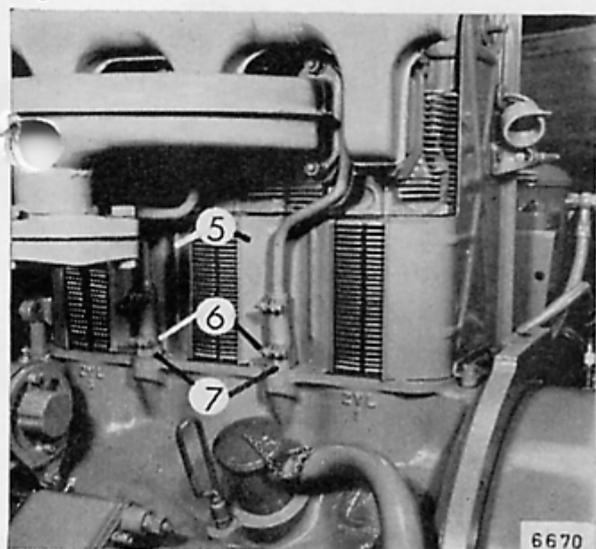

Fig. 18
Les tôles guides d'air (6) – Figure 18 – sur le côté d'échappement peuvent également être déposées pour permettre de desserrer les colliers d'attache (6) et de dévisser les tubulures (7) raccords.